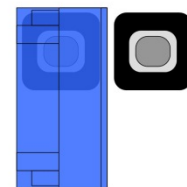

Figure 3-47: Cavalier de désactivation de la touche Marche/arrêt
Le cavalier, W2, situé près de la connexion du pavé, permet de déterminer si la touche Marche/arrêt fonctionne ou si la fonction de la touche est désactivée et si le terminal IND560x est toujours lancé en position Marche. Dans les applications où un opérateur n'est en principe pas présent, il est suggéré que le cavalier soit enlevé des deux broches de sorte que le terminal puisse reprendre ses opérations après une coupure de courant. La Figure 3-47 indique l'emplacement et les positions du cavalier.
- Lorsque vous enlevez le cavalier W2 pour désactiver la touche Marche/arrêt, repositionnez-le uniquement sur une des broches (voir illustration en bas à droite de la Figure 3-47). Le réglage du cavalier Marche/arrêt est décrit dans le Tableau 3-21.